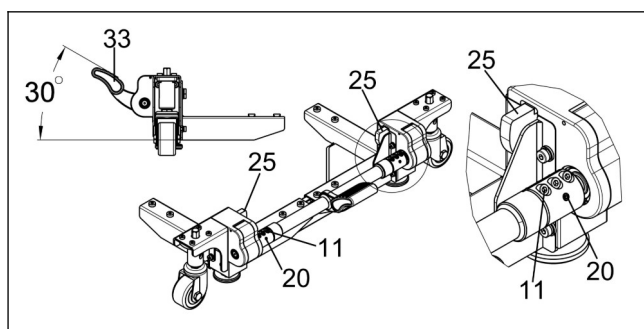

图 10
f. 将两个凸轮 “25” 向上转至极限位置；再将踏板 “33” 转至与地面夹角为 30°，旋紧紧固件 “11”、“20”。（见图 10）
b.踩下踏板“33”，若踏板“33”下底面与地面距离很小，无法抬起踏板，请松开图10所示紧固件“11”、“20”，然后向上旋转踏板“33”至合适位置，最后旋紧紧固件“11”、“20”。（见图10）